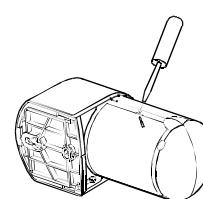

Fig. 1
1. Ta loss batteriluckan med hjälp av en spårskruvmejsel (fig. 1).
4. Sätt tillbaka batterilocket. Locket skall vara vänd så att skruvmejselsymbolen ligger mitt för urtaget för skruvmejsel (fig. 1).
1. Ta loss batteriluckan med hjälp av en spärskravmejsel (fig. 1).
3. Sätt tillbaka batterilocket. Locket skall vara vänt så att skruvmejselsymbolen ligger mitt för urtaget för skruvmejsel (fig. 1).